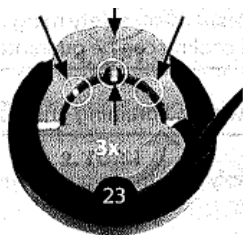

Figura 1
* Con los selladores con código N° 22 hay que eliminar el anillo marcado desde el sellador y perforar el barril con el refrigerador punta perforadora. (Ver la Figura 1)